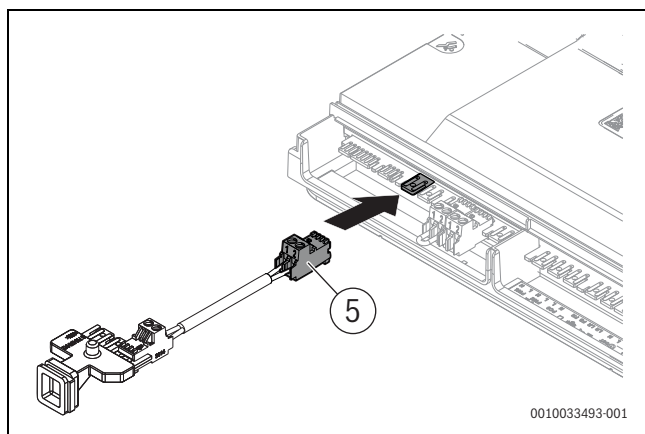

Fig. 94 Brancher le câble de BUS à l'emplacement BUS du bornier
- Brancher le câble de BUS du bornier (→ Figure 94, [5]) à l'emplacement BUS du bornier.